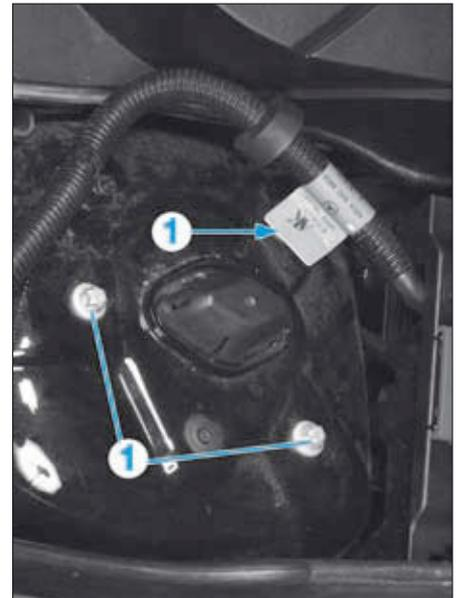

FIG. 14
- De chaque côté, déposer les trois vis (1) de fixation supérieure de l'élément de suspension (Fig.14).